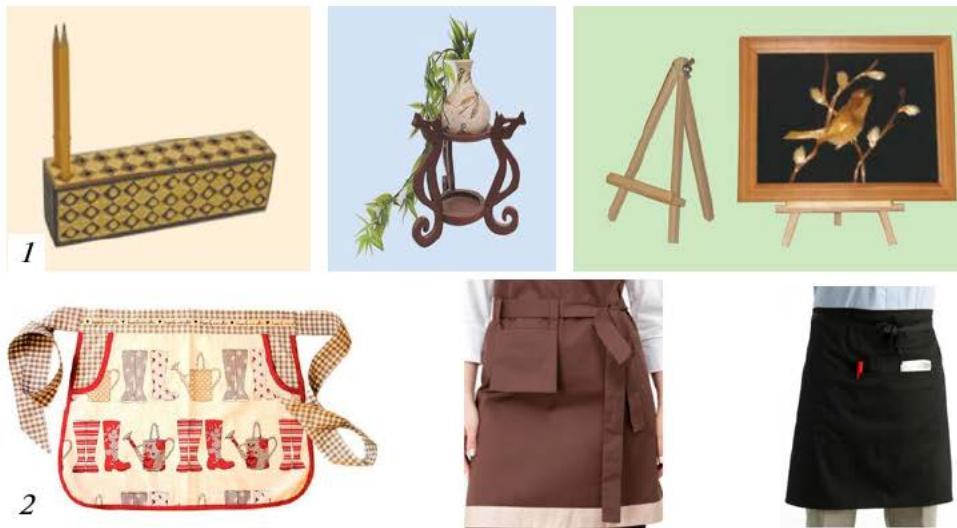

Рис. 1.2. Изделия из различных материалов:
2. Сбор информации, в том числе в Интернете и путём опроса взрослых, друзей. Выбор наиболее приемлемых идей. Например, ранее на уроках технологии ребята выполняли различные подставки, и учитель может предложить обсудить имеющиеся варианты подставок или фартуков (рис. 1.2).